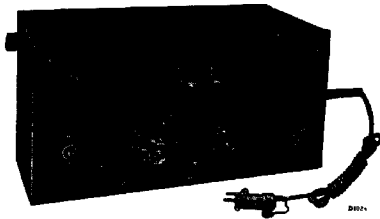

Abb. 1
1. Ein Serviceoszillator (G.M. 2880, Abb. 1), eine Kunstantenne für 200-3000 m ($200 \mu\text{F}$, $25 \mu\text{H}$ und 20 Ohm) und eine Kunstantenne für 14-200 m (400 Ohm ; beide Antennen werden beim Oszillator mitgeliefert).